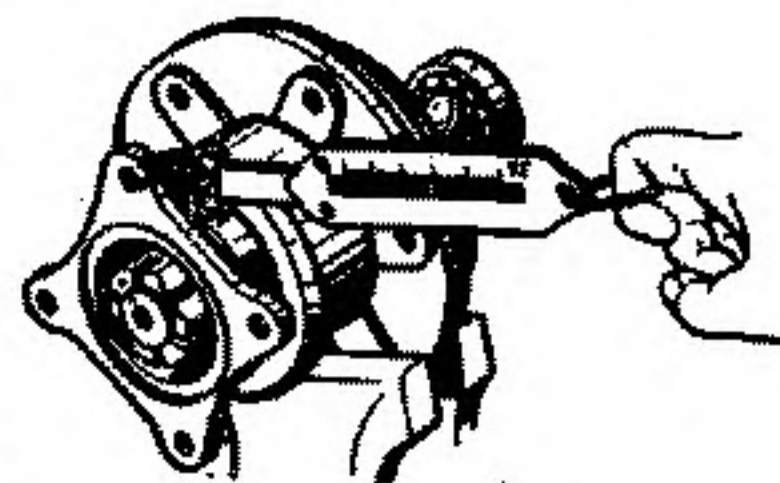

Рис. 46. Проверка затяжки подшипников ведущей шестерни
17. Проверить затяжку подшипников с помощью динамометра (рис. 46). Для этого муфту с крышкой зажать в тиски, за отверстие фланца зацепить крючок динамометра и плавно поворачивать шестерню. При нормальной затяжке подшипников динамометр должен показывать 2,9—6,2 кгс. Когда сопротивление вращению подшипников окажется в пределах нормального, заметить положение гайки относительно торца хвостовика, нанеся метки на торце вала и гайке, и зашплинтовать гайку.